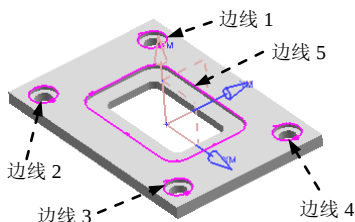

图 3.9.3 创建边界几何体
Step5. 创建边界几何体。在零件模型上选取图 3.9.3 所示的边线 1, 单击 **创建下一个边界** 按钮, 分别选取边线 2、边线 3、边线 4 和边线 5, (注意: 每当选取一条边线后, 都必须单击 **创建下一个边界** 按钮) 选取完成后在“创建边界”对话框中单击 **确定** 按钮, 完成边界几何体的创建, 系统返回到“边界几何体”对话框, 单击 **确定** 按钮, 系统返回到“精加工壁”对话框。